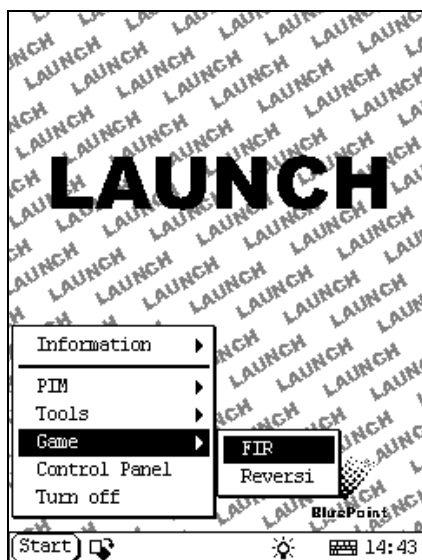

Abb. 4-12
- 3) Wählen Sie die Funktion im Pop-up-Untermenü. (Siehe Abb. 4-12)